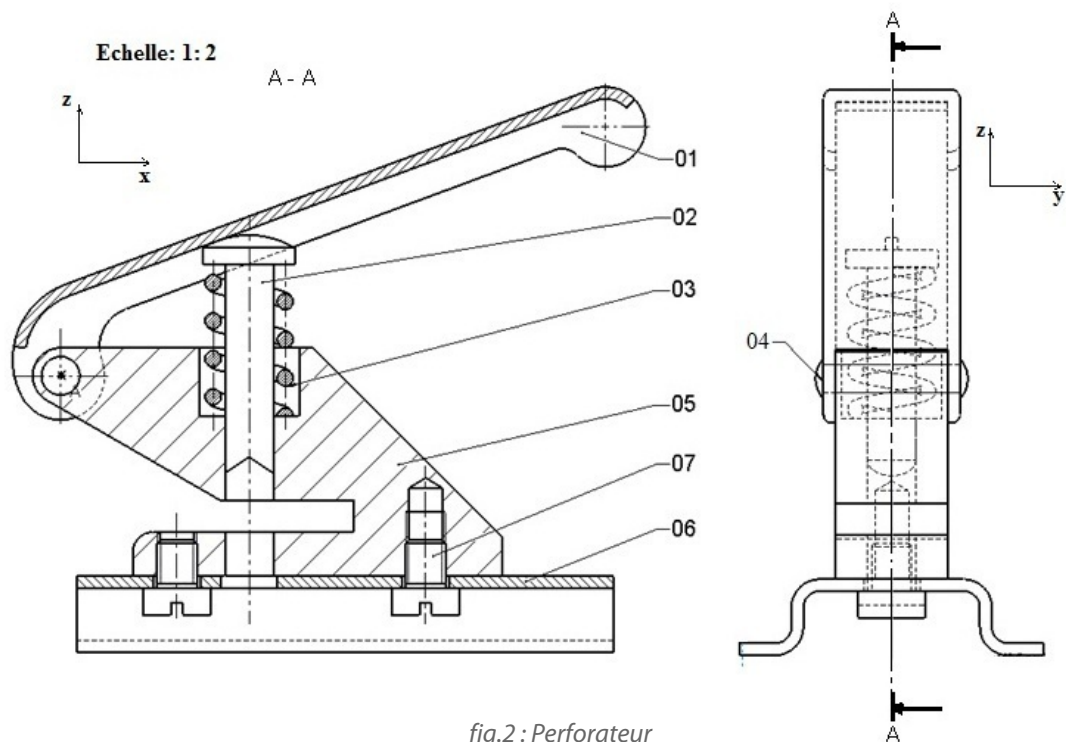

fig.2 : Perforateur
- d'agencer les pièces au sein du mécanisme (Fig-3) permettant d'aborder les aspects du fonctionnement, du montage. . . C' est le dessin d'ensemble (voir Fig 2).